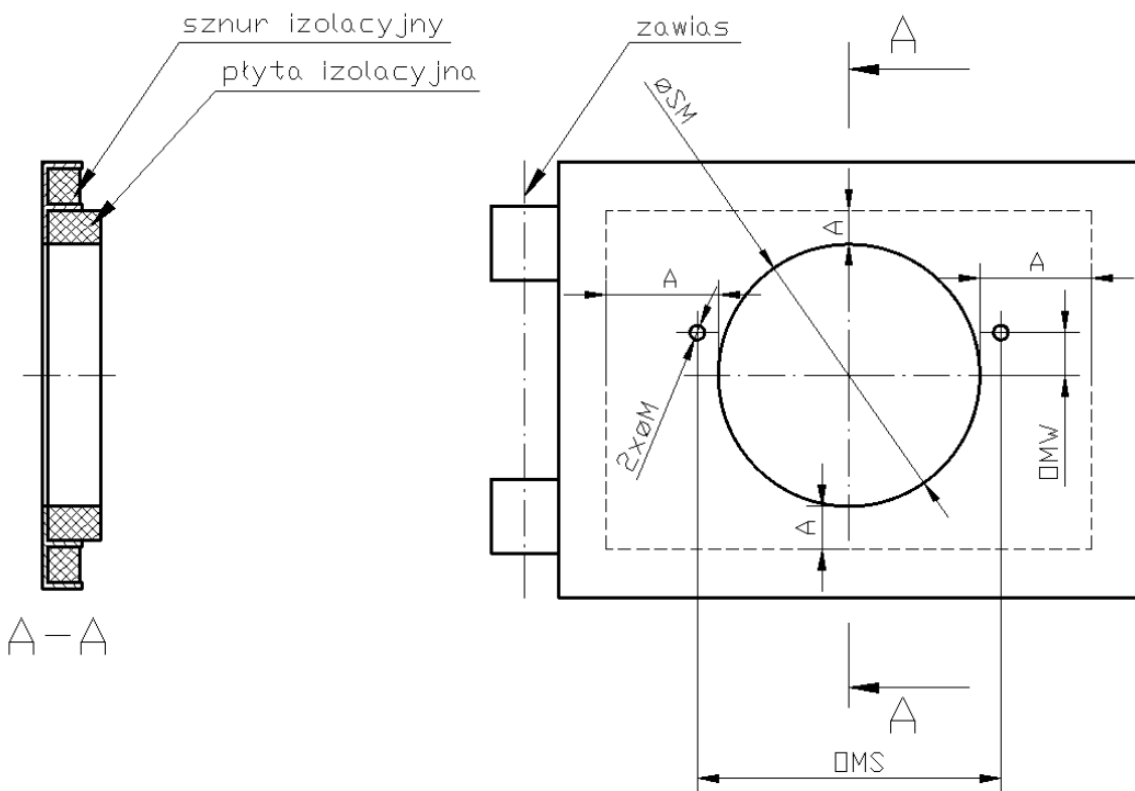

Рис. 3.Схема виконання монтажних отворів для пальників: 16 kW, 20 kW, 26 kW, 36 kW, 50 kW.
2. Пальник повинен розміститись в котлі згідно схем (рис.3,4 ,5) і таблиці.